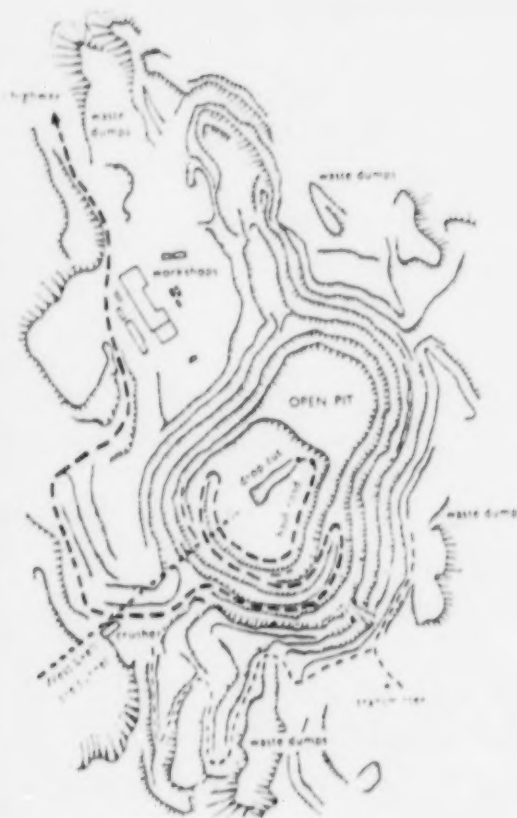

Figure 10: Plan d'une exploitation à ciel ouvert¹⁰
- B. Lorsque le gisement est à nu, on procède alors à l'extraction. Les figures 10 et 11 nous montrent la configuration d'une mine à ciel ouvert. Pour l'extraction, on fore des trous que l'on charge d'explosifs afin de disloguer le minerai.